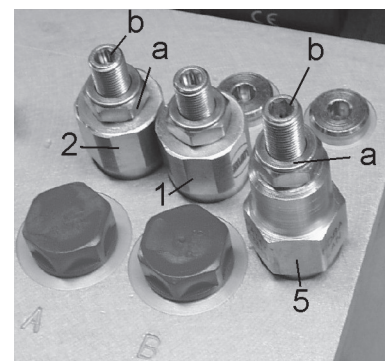

Fig: 3.3.3.a
På Fig: 3.3.3.a ses tryckbegränsningsventilen (5). Med denna ventil kan det maximala trycket till rullmast-motorn reduceras. Ventilen är inställd på korrekt värde vid leverans.